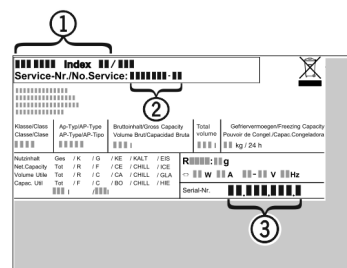

Fig. 13
- ▶ Identificați denumirea aparatului Fig. 13 (1), numărul de service Fig. 13 (2) și numărul de serie Fig. 13 (3) pe marca de fabricație. Marca de fabricație se află pe partea stângă în interiorul aparatului.
- ▶ Informați serviciul de asistență a clienților și comunicați tipul defecțiunii, denumirea aparatului Fig. 13 (1), numărul de service Fig. 13 (2) și numărul de serie Fig. 13 (3).